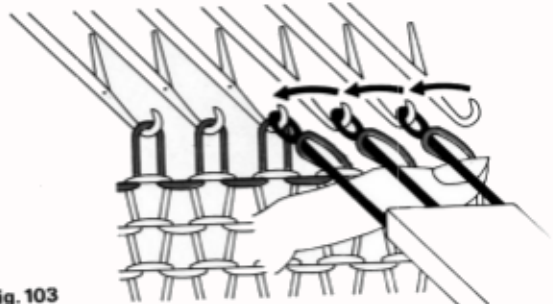

Fig. 103
- Reporter ces 3 mailles dans les crochets de la 4^e, 3^e et 2^e aiguilles (fig. 103),